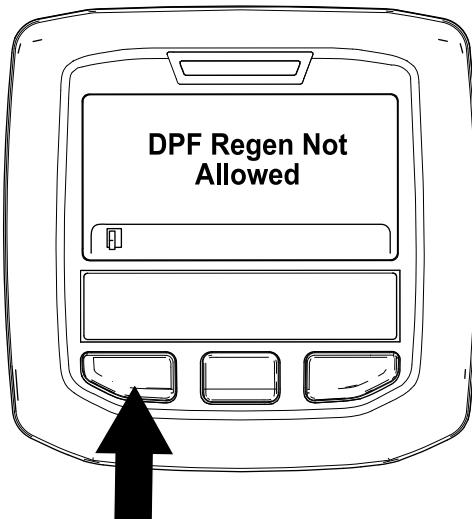

Figure 57
- Si le processus de régénération n'est pas autorisé par le calculateur moteur, le message « DPF Regen Not Allowed » (régénération du FAP non autorisée) s'affiche sur l'InfoCenter (Figure 57). Appuyez sur le bouton gauche pour quitter l'écran d'accueil.